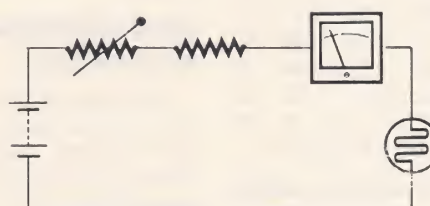

Figure 2
- 2) le poussoir P1 enfoncé seul réalise le montage de la figure 2, pour mesurer les éclairages faibles ;